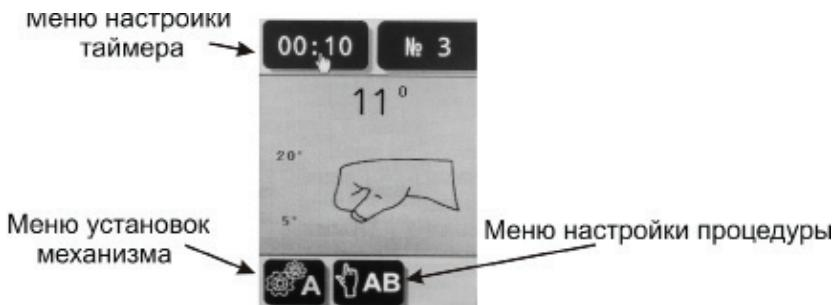

Рисунок 5.4 – Дисплей режима готовности
5.2 Дисплей режима готовности (см. рис. 5.4):
1.Подключите вилку сетевого кабеля (7) в розетку переменного тока 220В 50Гц с заземляющим контактом.
2.Включите Аппарат с помощью выключателя «ON/OFF» (6). После включения Аппарата слышен звуковой сигнал, на дисплее появляется логотип производителя.
3.По окончании загрузки на дисплее отображается дисплей режима готовности (см. рис. 5.4)
После однократного нажатия любой кнопки Аппарат перейдет в режим «Пауза», о чем сообщит мигающий в зоне С пульта управления иконка . В данном режиме дисплей переходит в состояние и выбора меню (см. рис. 5.4): иконки панели становятся активными и появляется возможность оперативно изменить (корректировать) режим работы аппарата.